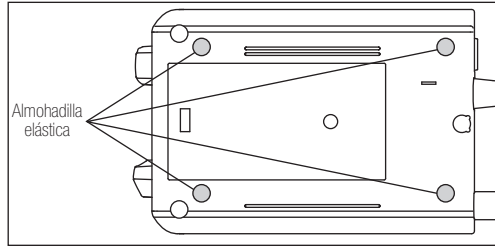

Fig.5
- 2) Coloque las almohadillas elásticas en el lugar que se muestra en la Fig. 5.